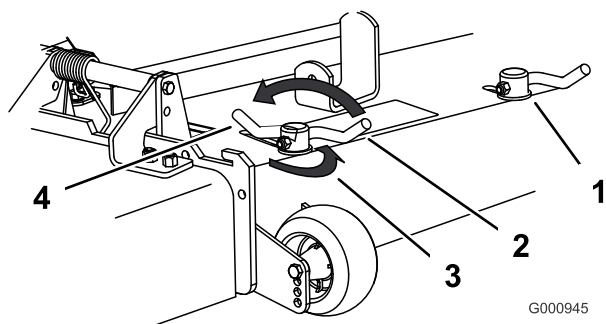

Bild 23
3. Wenn Sie die Haltenocken einstellen möchten, schieben Sie den Hebel nach oben und lösen Sie die Haltenocke (Bild 23).
- Schieben Sie den Hebel zurück, um das Ablenkblech und die Haltenocken festzuziehen (Bild 23).